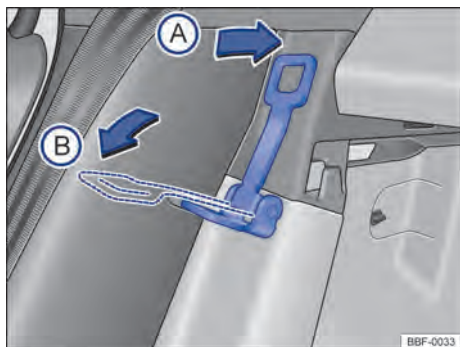

Fig. 69 Atrás do banco traseiro: alavanca para regulagem de inclinação do encosto
- **Posição A**: colocar a alavanca → Fig. 69 no sentido da seta **A**, para retornar o encosto do banco para sua posição original.
- **Posição B**: colocar a alavanca → Fig. 69 no sentido da seta **B**, para ampliar o compartimento de bagagem.
→ Fig. 69.